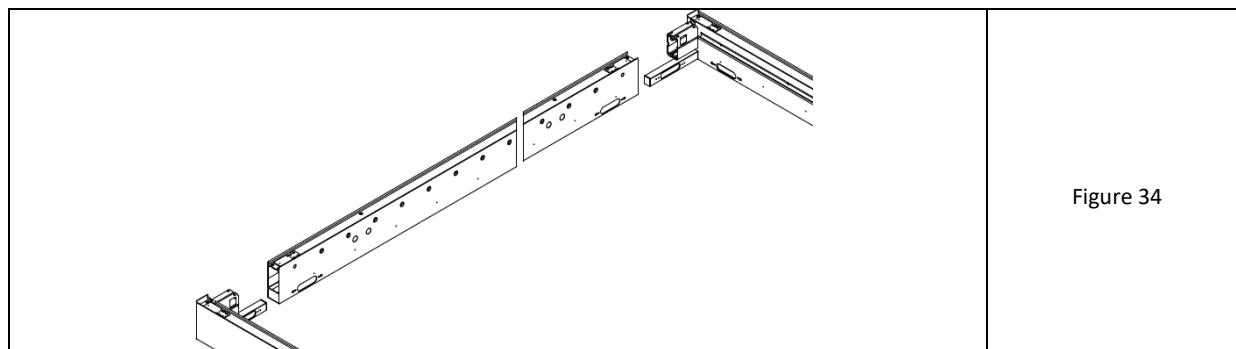

Figure 34
7. Glisser les deux poutres transversales à leur tour dans les extrémités de la poutre longitudinale montée sur le mur - l'os dans la chambre supérieure et le bras de débordement d'angle dans la chambre inférieure – l'embout est contre le mur -Fig.34.